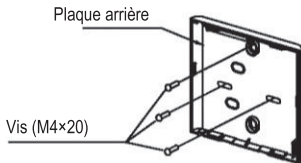

Fig. 3-5
- Pour le montage exposé, fixez la plaque arrière au mur avec les 3 vis (M4x20), puis branchez. (Fig. 3-5)